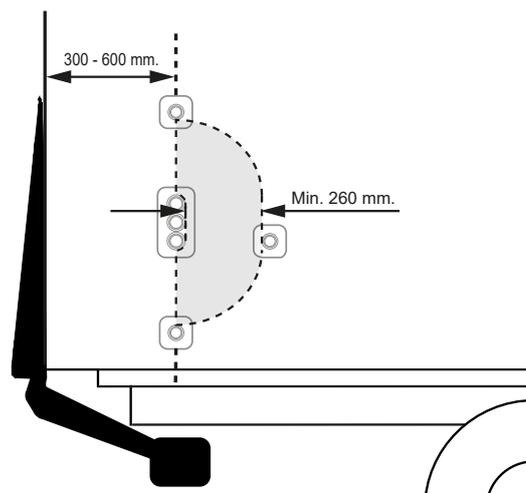

Figure 61. Installation de l'actionneur CD 1 pour une utilisation à deux mains.
2. La distance entre le bord arrière du véhicule et le centre du boîtier de commande doit être de 300-600 mm. Les distances entre les actionneurs doivent être d'au moins 260 mm. Voir Figure 61.